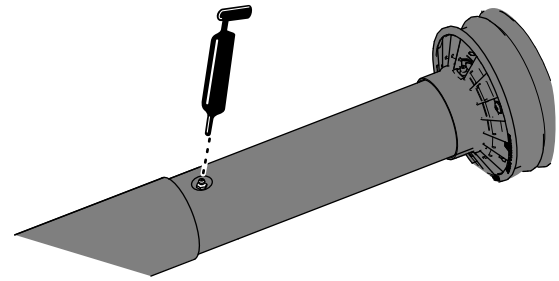

Figura 10
3. Extienda parcialmente el árbol de la TDF para tener acceso al engrasador situado cerca del centro del protector interior del árbol de transmisión (Figura 10).